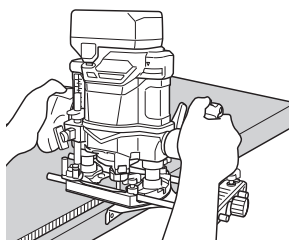

Fig. 23
- (1) Insérer une barre de guidage dans chaque trou du porte-barre, puis serrer légèrement les 2 boulons papillons (A) sur le dessus du porte-barre.
- (2) Insérer une barre de guidage dans chaque trou du socle, puis serrer fermement les boulons papillons (A) (accessoires standard).
- (3) Effectuer les réglages fins de la dimension entre la mèche et la surface du guide, puis serrer à fond les deux boulons à ailettes (A) sur le dessus du support de barre, et le boulon à ailettes (B) de fixation du guide droit.
- (4) Comme indiqué sur la Fig. 23, fixer solidement le fond du socle sur la surface traitée du matériau. Faire avancer la détoureuse tout en maintenant le plan du guide sur la surface du matériau.